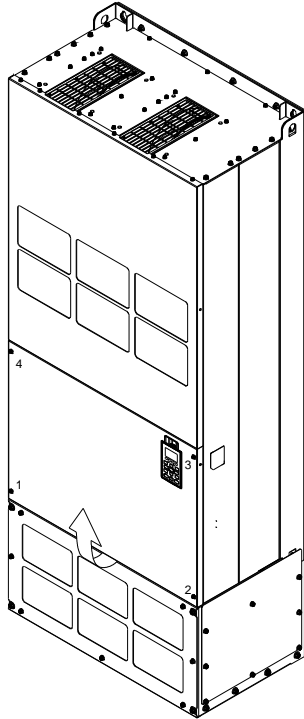

Рис. 1
1. Выкрутите винты 1–4 и снимите крышку (рис.1).